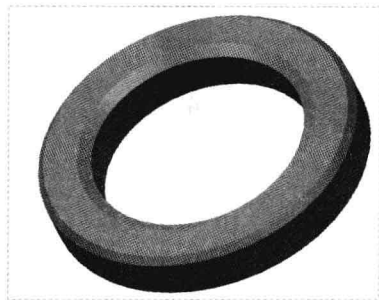

图 7-4 隐舍特征
Step 04 单击“确定”按钮, 即可将选择的特征隐含, 如图 7-4 所示。